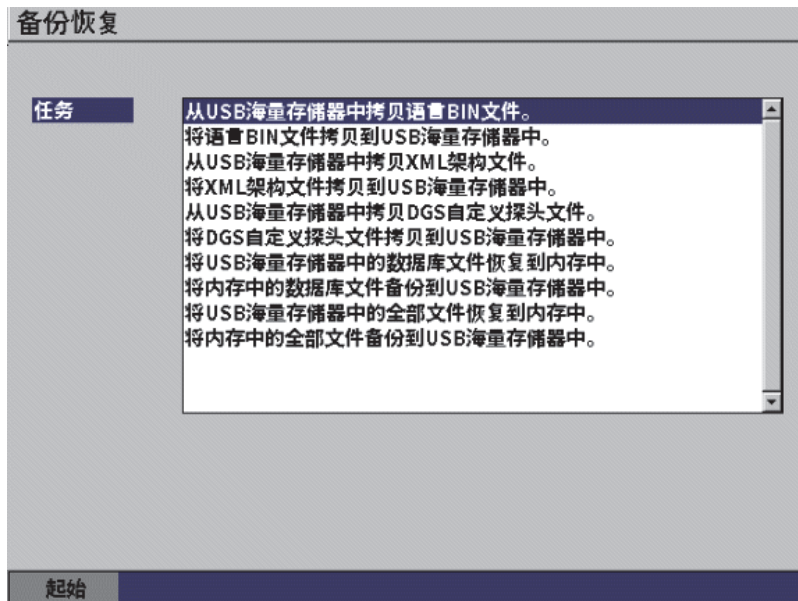

图 9-24 备份恢复设置页
1. 打开备份恢复设置页（参见第 141 页的图 9-24）。